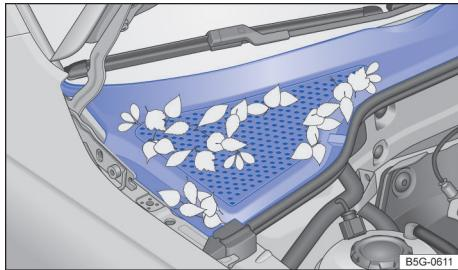

Fig. 255 Entre o compartimento do motor e o para-brisa: caixa de água (representação esquemática).
Remover folhas secas e outros objetos com um aspirador de pó ou com a mão → Fig. 255, → ①. A limpeza do compartimento do motor deve ser sempre realizada por uma empresa especializada → ▲.